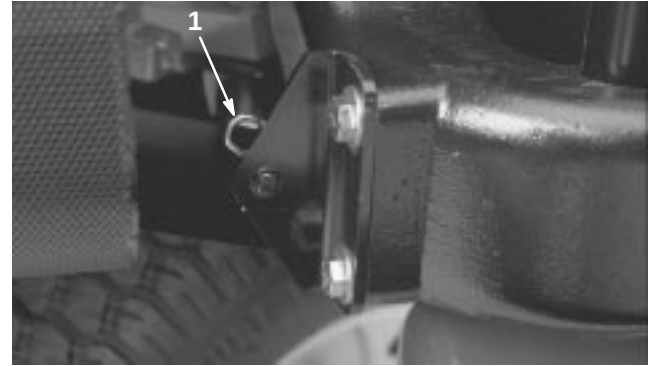

Bild 39
2. Entfernen Sie den Splint, mit dem das Motorhaubenscharnier am Befestigungsbügel abgesichert wird (Bild 39).